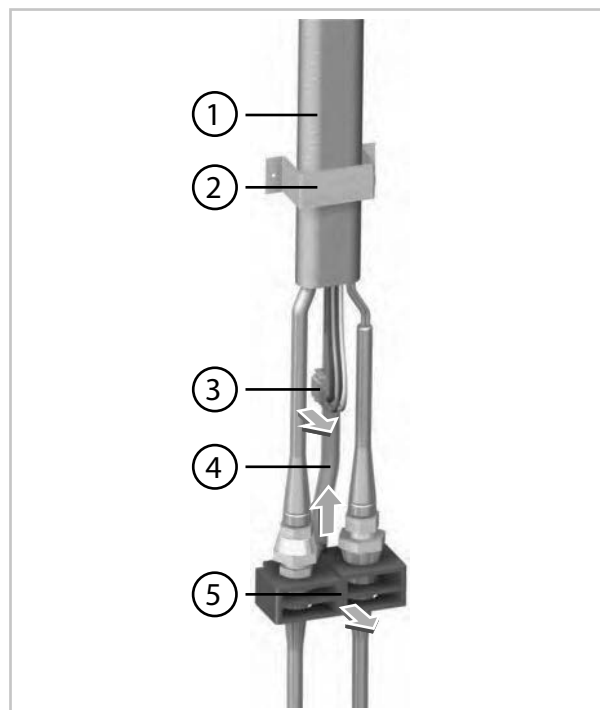

Fig. 13: Démontage - Conduite de raccordement
5. ➤ Dévissez le collier de fixation de la conduite de raccordement (Voir la Fig. 13).
6. ➤ Appuyez sur la patte latérale du connecteur et enlevez la fiche de la prise (Voir la Fig. 13).
7. ➤ Enlevez la partie supérieure du support en dévissant les deux vis (Voir la Fig. 13).
8. ➤ Enlevez le tuyau d'évacuation de condensat (Voir la Fig. 13).